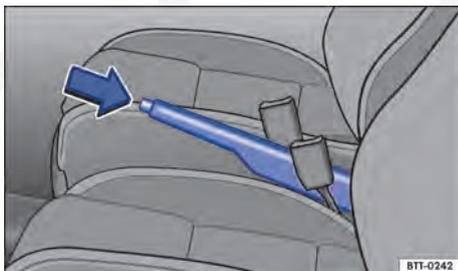

Fig. 135 Entre os bancos dianteiros: freio de estacionamento.
- Puxar a alavanca do freio de estacionamento um pouco para cima e pressionar o botão bloqueador no sentido da seta ⇒ Fig. 135.